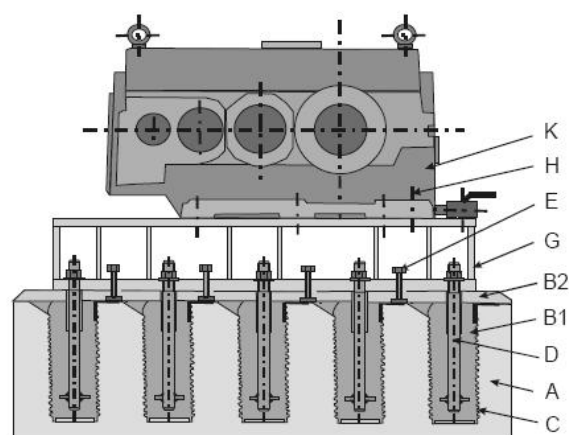

Рис. 6. Установка на опорной плите.
Расчеты фундамента выполняются в соответствии с данными по нагрузкам (статическим и динамическим), предоставляемым поставщиком оборудования. При расчетах фундамента и арматуры должна учитываться нагрузка от фундаментных болтов (D). Арматура (обычно 300 кг стали на м³) должна соответствовать усилию монтажных болтов (H) редуктора. Марка бетона (A) фундамента должна быть не ниже К30-2 (FIN), К30 (SWE), С30 (BS), В35 (DIN) или 4000PSI (ACI). Поверхность бетонного покрытия фундамента должна быть шероховатой и очищенной (с поверхности должно быть удалено цементное тесто). Следует удалить масляные пятна. Рис. 6.